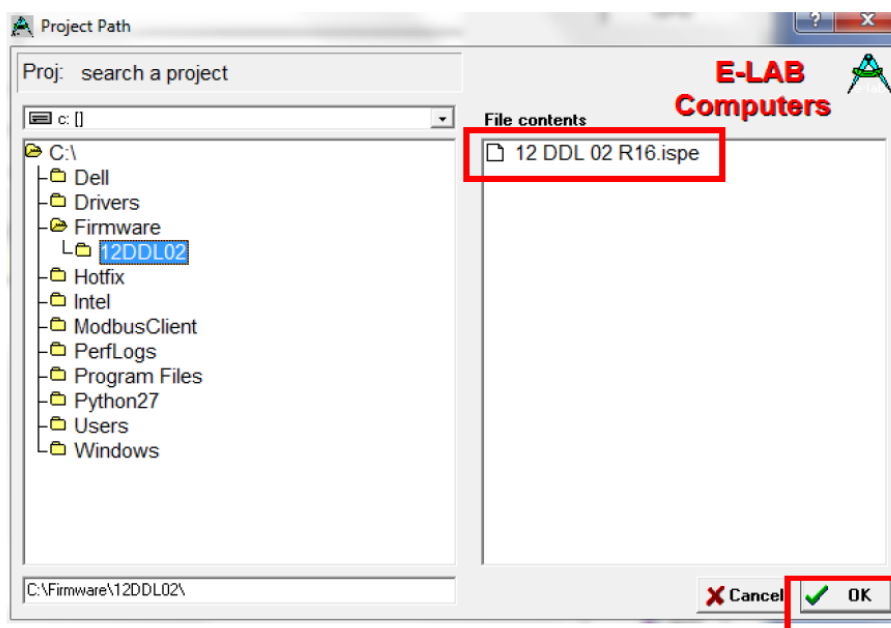

Рисунок 5
3.5 Выберите файл и нажмите «ОК» (рисунок 5).